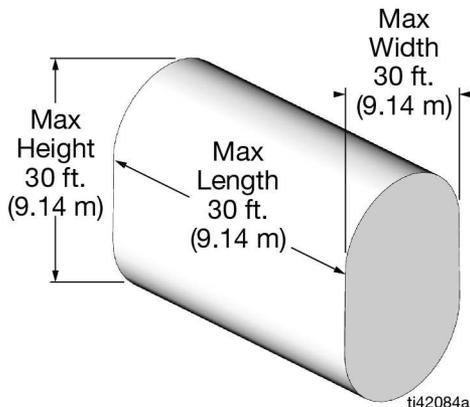

FIG. 19
- As extremidades das paredes do tanque devem ser achatadas. Elas não podem ser de nenhum outro formato, incluindo em forma de sino (FIG. 19). Se aplicável, use um tanque fora do padrão.